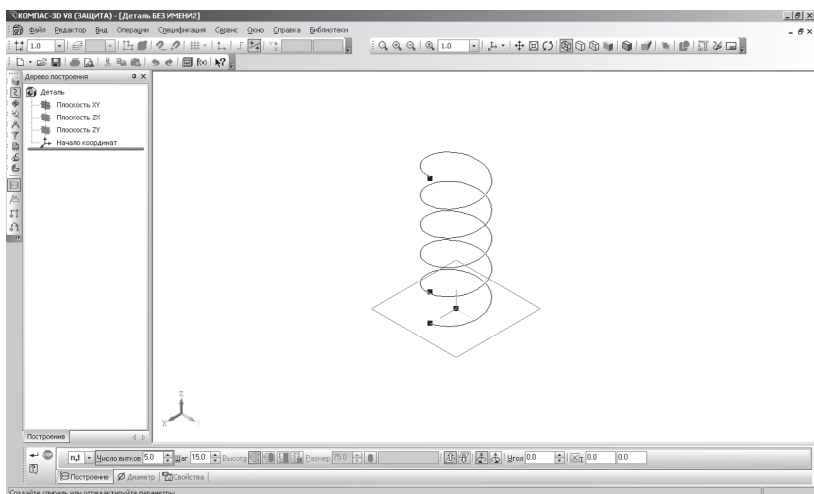

Рис. 284
- в поле **Диаметр: 1** введите величину 30 мм. Фантом цилиндрической спирали с заданными параметрами отображается в окне модели (рис. 284);